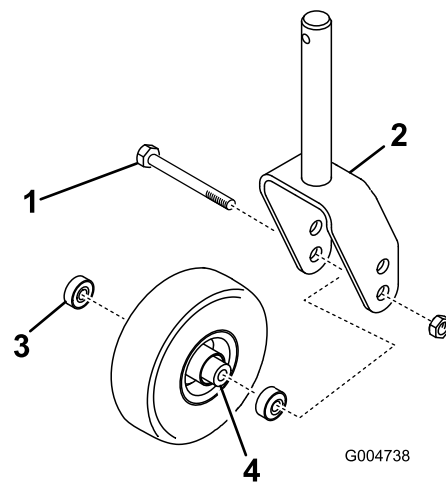
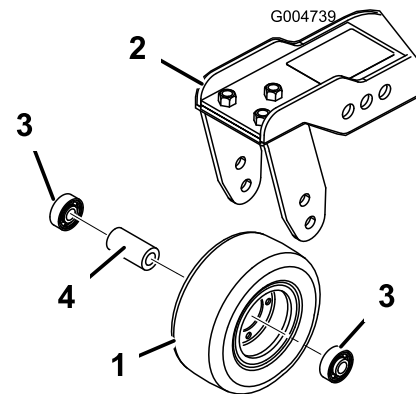

Figura 85
Figura 86
1. Retire la contratuerca del perno que sujeta el conjunto de la rueda giratoria entre la horquilla (Figura 85) o al brazo de pivote (Figura 86).
2. Retire el cojinete de la rueda y deje que se caiga el suplemento del cojinete (Figura 85 y Figura 86).